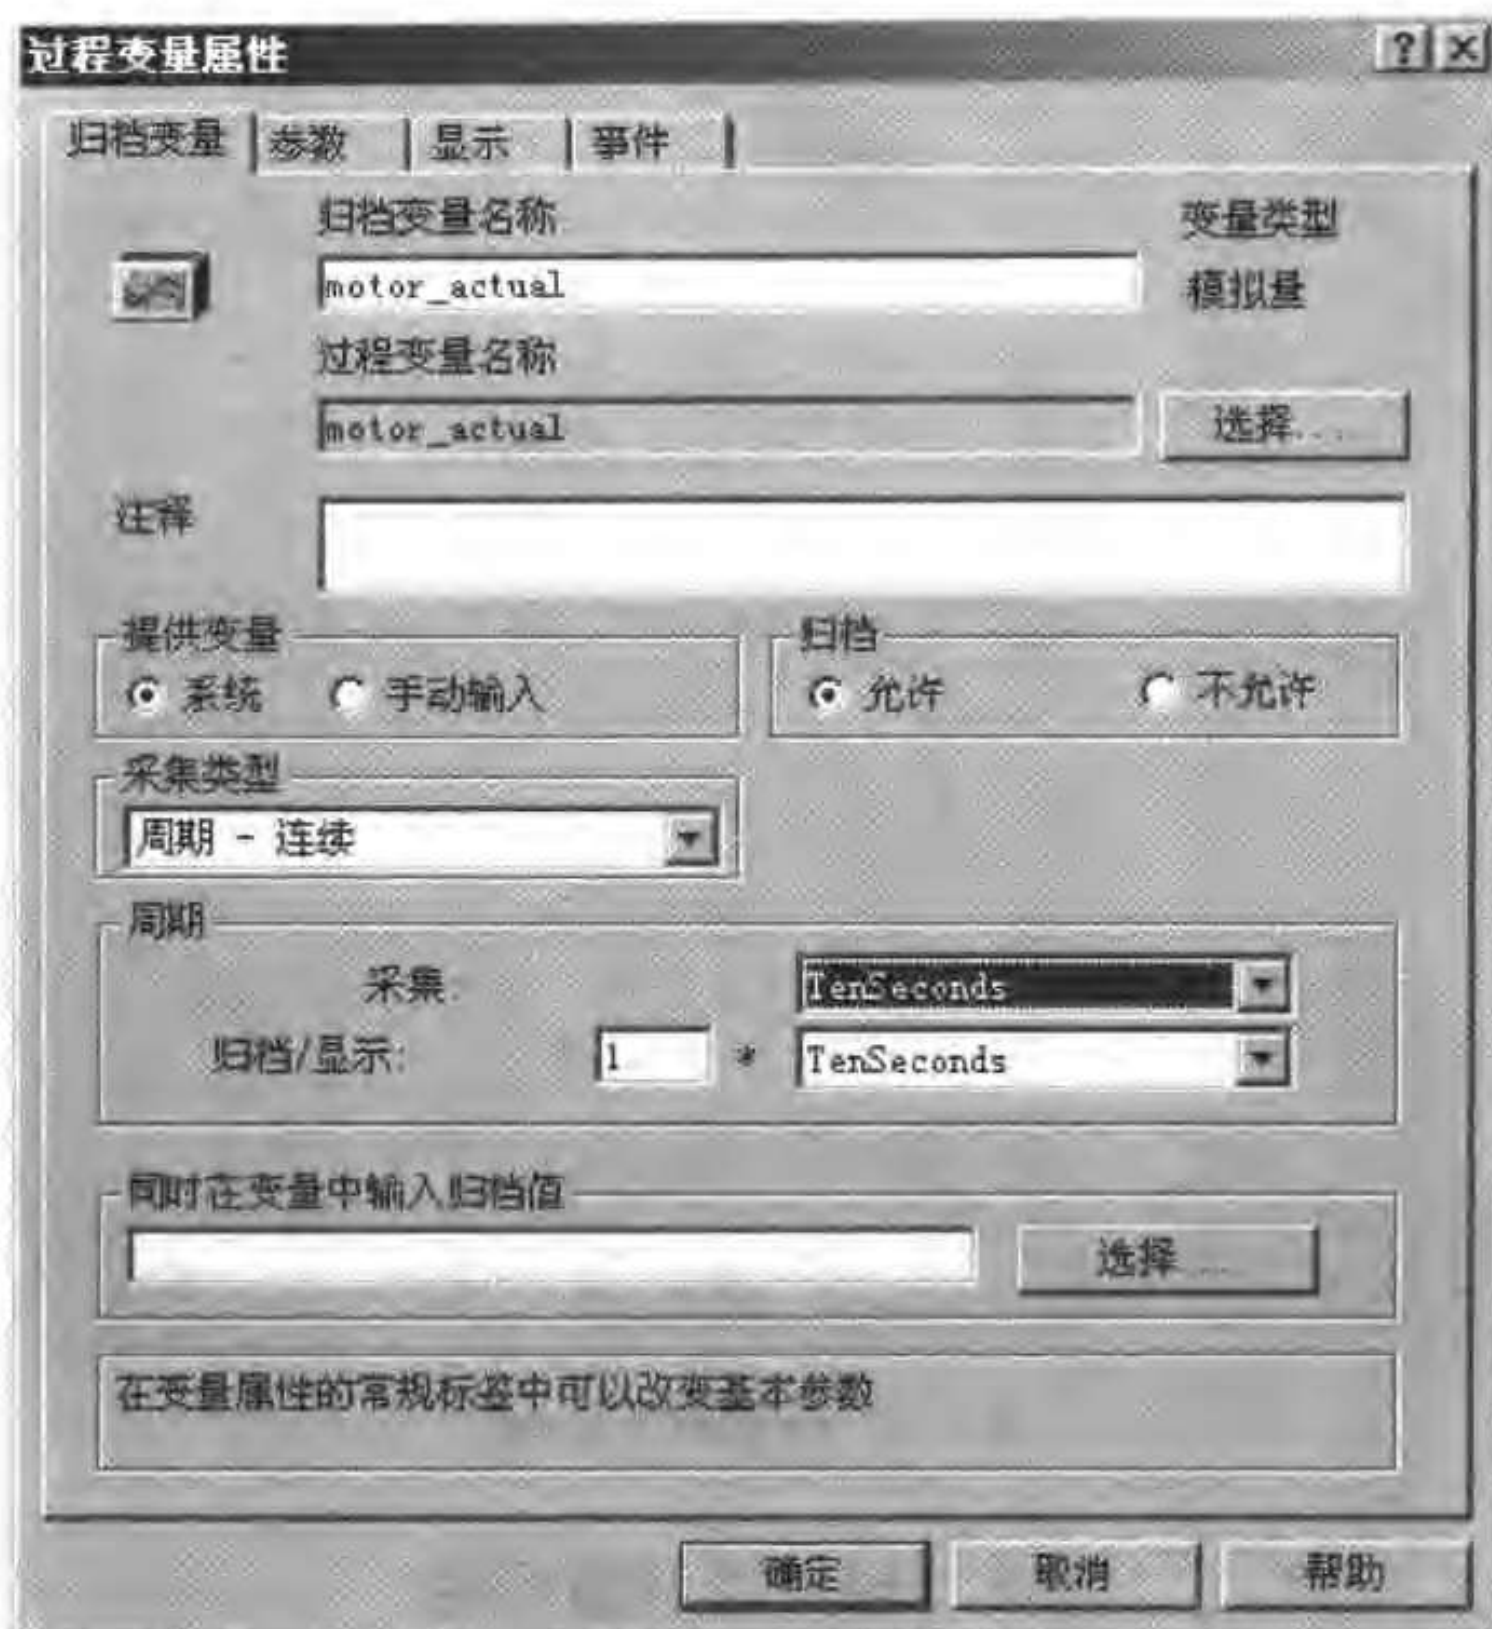

图 7-5 修改过程变量的采集周期和归档周期
- 在随后打开的“过程变量属性”对话框的“周期”框中,选择采集周期为第一步建立的定时器 TenSeconds,选择归档周期为 $1 \times \text{TenSeconds}$,如图 7-5 所示。